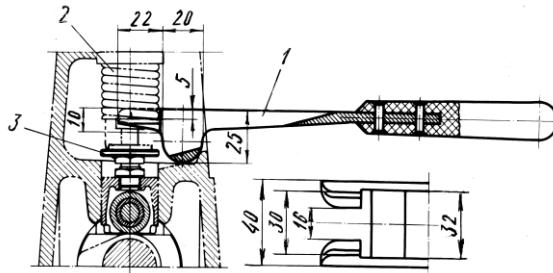
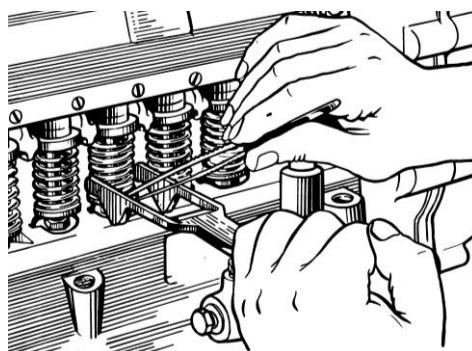

Рис. 81 – Рычаг для снятия тарелки толкателя:
Рис. 82 – Снятие тарелки толкателя
- 2 При помощи, специального рычага (рис. 81) сжать пружину толкателя и извлечь нижнюю тарелку толкателя (рис. 82).